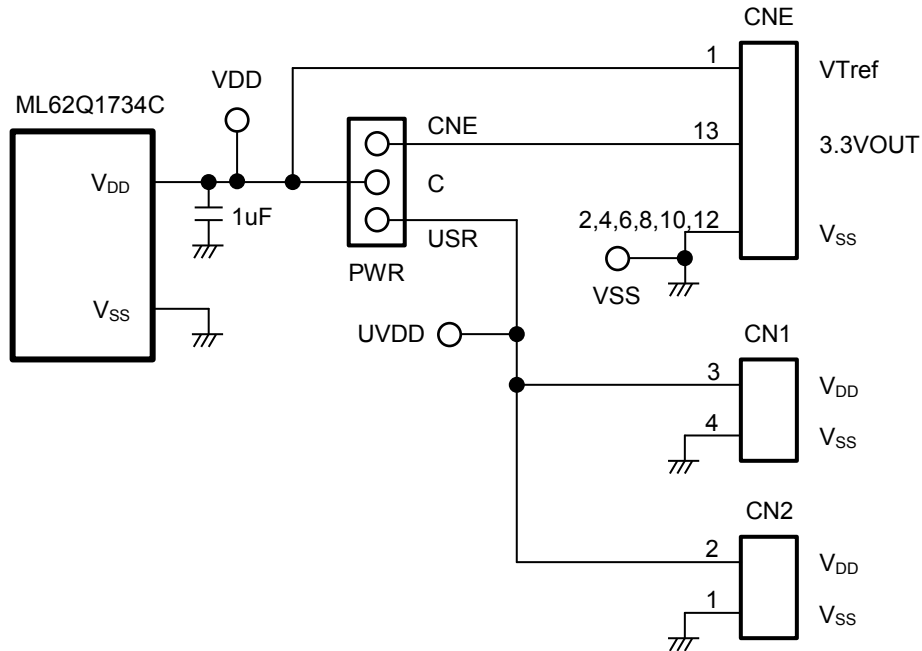

図 2 電源回路
- 1.2 ML62Q1734C Reference Board 外観図 2